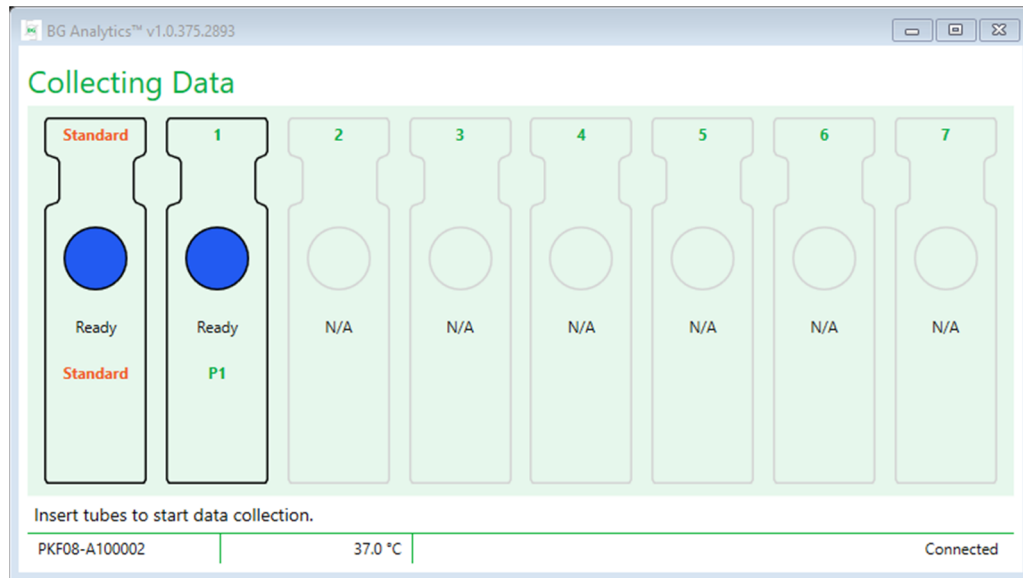

Bild 12. BG Analytics® datainsamlingskärm, färdig för datainsamling
1. På skärmen för **Insamling av data** är status för varje brunn med prov-ID "Färdig" (som visas i Bild 12).